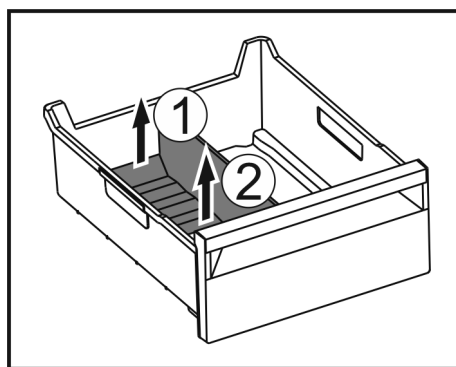

Fig. 153
- ▶ Podignite stražnji dio pregrade ladice za led. Fig. 153 (1)
- ▶ Izvadite pregradu ladice za led prema gore. Fig. 153 (2)